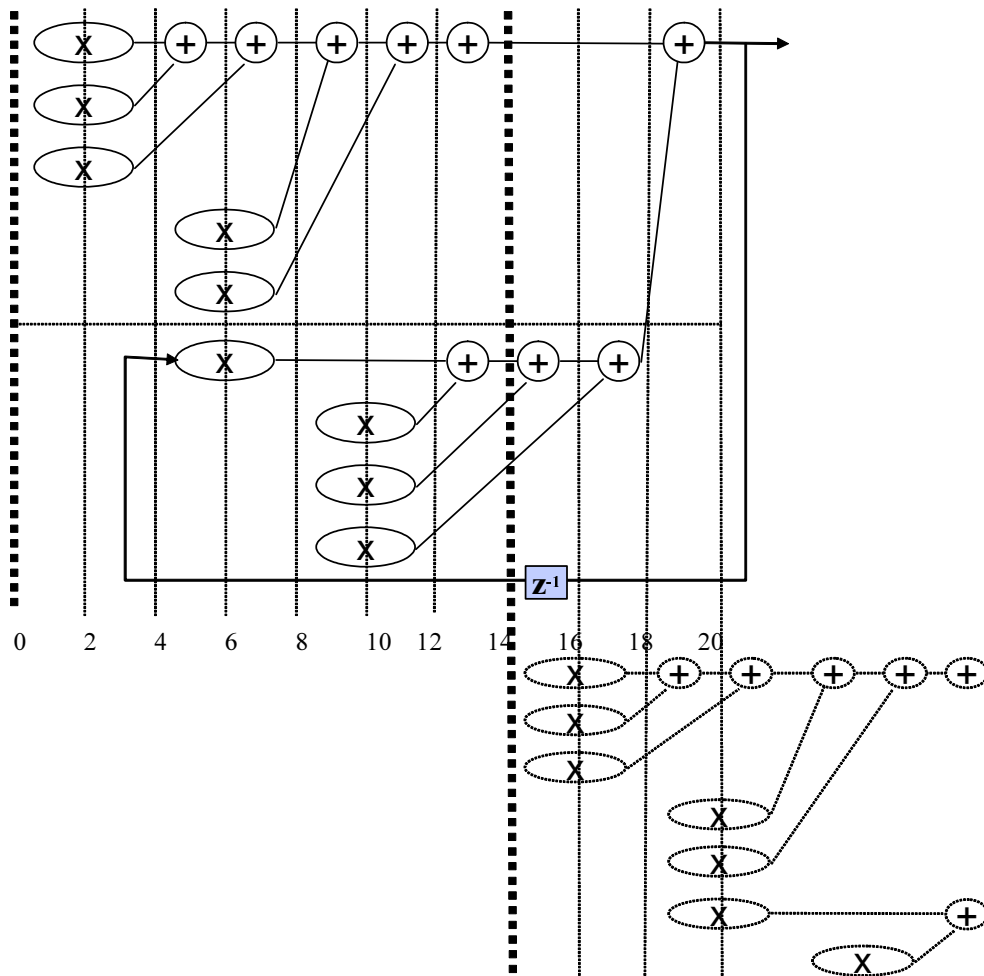

FIGURE 3 – Question 6 du problème 1
Un premier ordonnancement est représenté figure 3.
2. Il faut au minimum 1 additionneur et 1 multiplieur. L'ordonnancement est donné à la figure 3